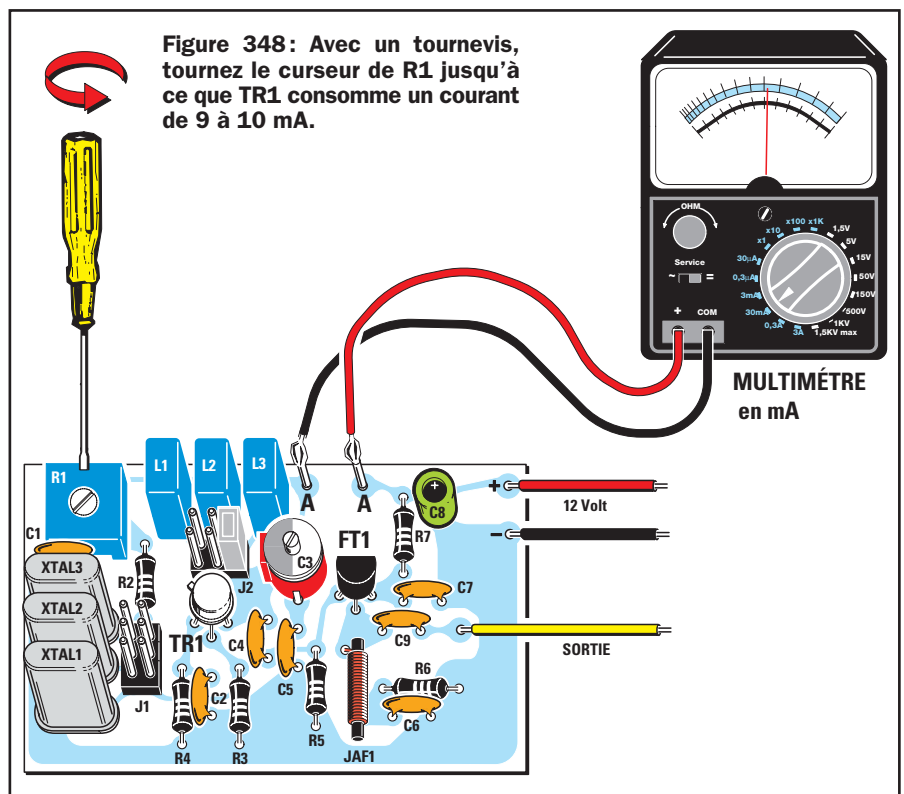

Figure 348 : Avec un tournevis, tournez le curseur de R1 jusqu'à ce que TR1 consomme un courant de 9 à 10 mA.
**5°** - Appliquez au circuit une tension de 12 V et contrôlez sur le multimètre combien de courant consomme le transistor. Comme il ne consommera probablement pas tel quel un courant de 9 à 10 mA, vous devez tourner le curseur de R1 jusqu'à obtenir cette consommation de courant, comme le montre la figure 348.